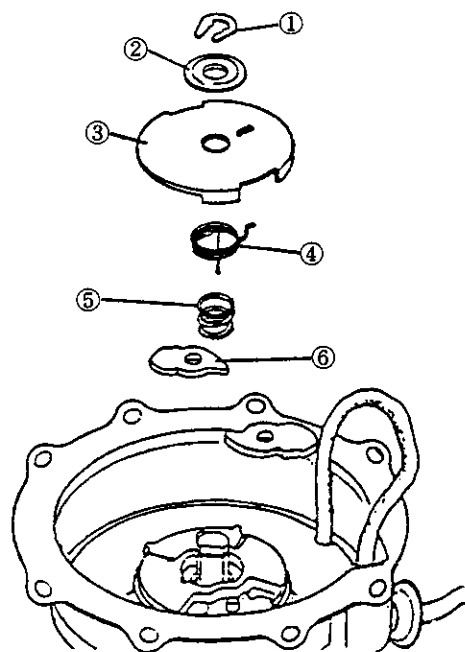

Fig. 9-2
- ③ 部品の取り外しは、Fig 9-2の番号の順に部品を外して下さい。
- ④ 部品の組込みは Fig 9-2と逆の順に組込んで下さい。